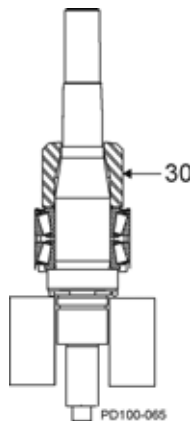

Figure 52 - Installation de l'entretoise du roulement
9. Installez l'entretoise du roulement (Figure 52, élément 30).